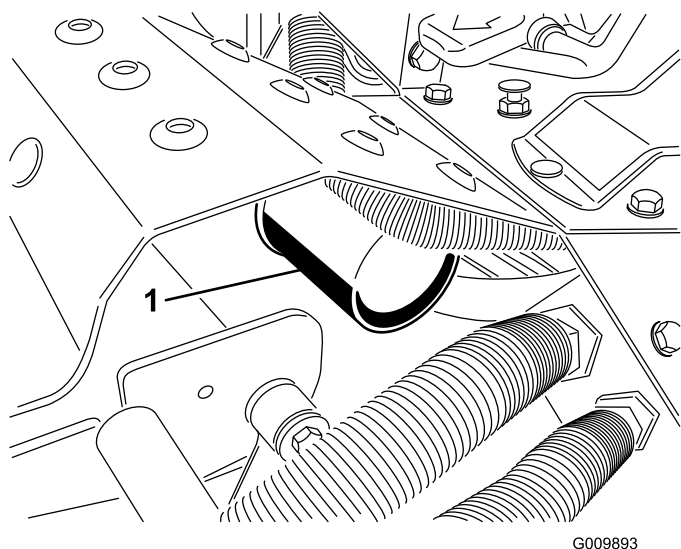

Figura 61
3. Limpie la zona alrededor del filtro de aceite hidráulico (Figura 61). Retire el filtro de la parte